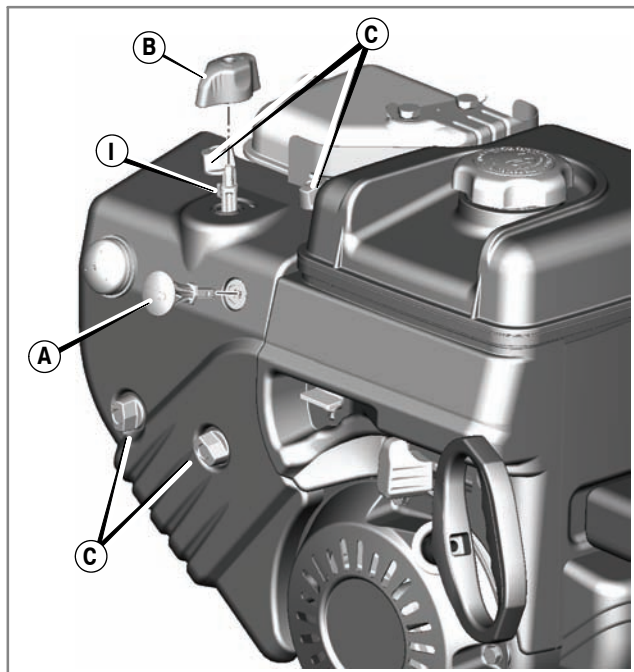
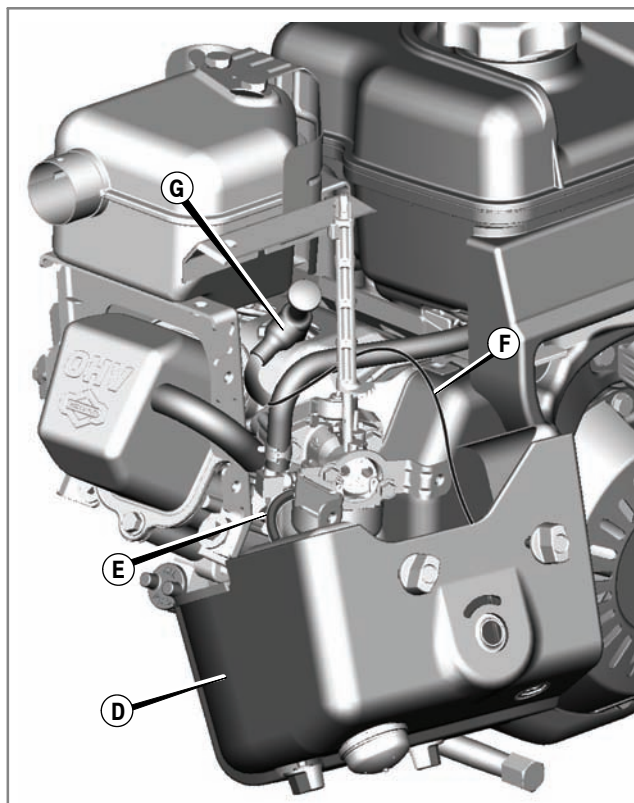

Figure 14
Figure 15
1. Enlever la clé de sécurité (A). La maintenir hors de portée des enfants. Voir Figure 14.
2. Saisir le bouton du starter (B) et le tirer vers le haut pour l'enlever.
3. Ôter les vis de fixation (C).
4. Enlever avec précaution le capot à neige (D). Ne pas déconnecter le tuyau de l'amorceur (E) ou le fil de contact d'arrêt (F) (Figure 15).
5. La bougie (G) est désormais accessible.
7. Monter le capot à neige sur le moteur et le fixer à l'aide des vis de fixation (Figure 14).
8. Monter le bouton du starter sur la biellette du starter (I).